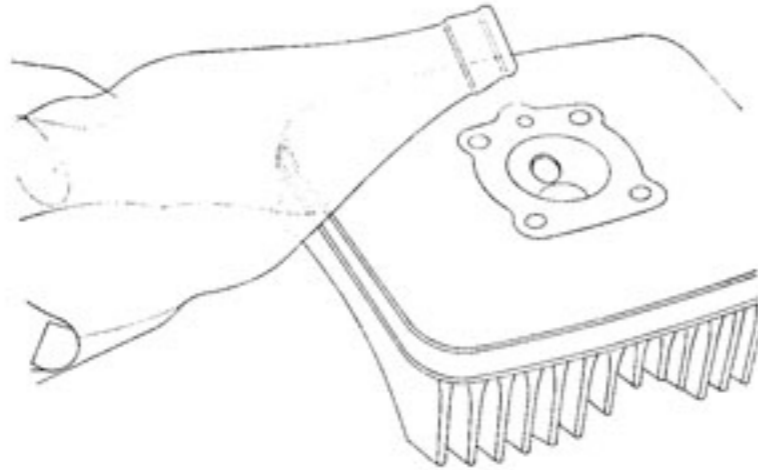

Fig. 2
- Remonter la bougie sur la culasse et vérifier l'étanchéité de la soupape de décompresseur en remplissant la chambre de combustion d'essence (fig. 2).